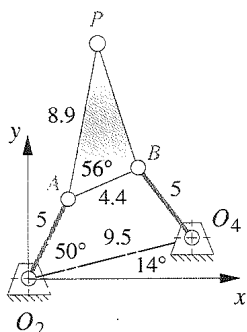

FIGURA P6-9 Problema 6-46
- 6-46 La figura P6-9 muestra un mecanismo en una posición. Encuentre las velocidades instantáneas de los puntos A , B y P si el eslabón O_2A gira en el sentido de las manecillas del reloj a 40 rad/s.